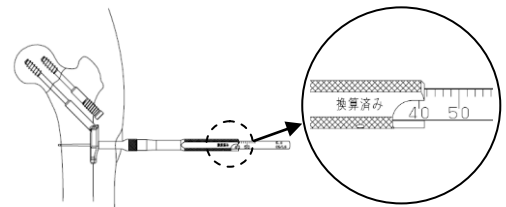

図 2-4-2
- 2) 5.0CS/LS デプスゲージにて深さを測定します。測定値はスクリュー先端が内側皮質から 2mm 突出されるよう換算されています。(図 2-4-2)